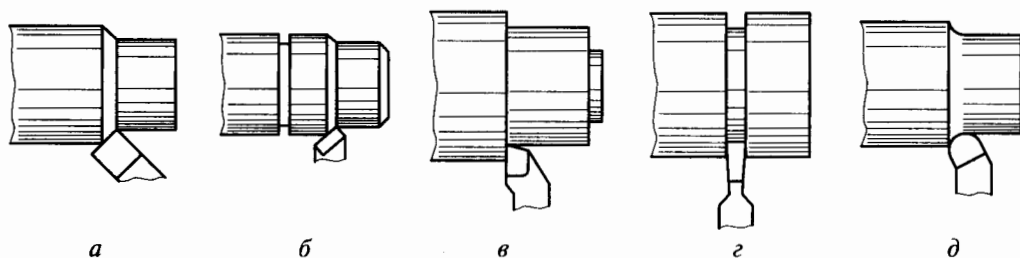

Рис. 5.8. Конструкции токарных резцов
13. Назовите конструкции резцов (рис. 5.8) и укажите их назначение: